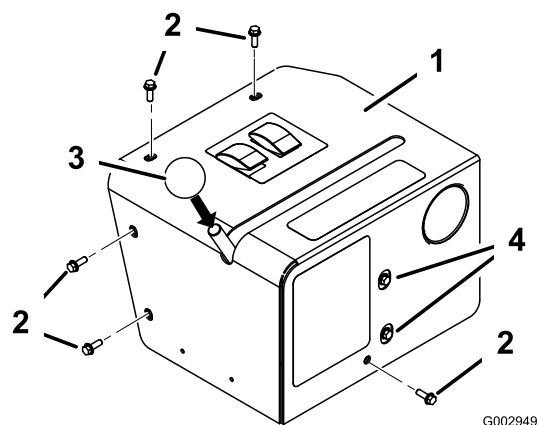

Figura 55
18. Instale a tampa da caixa de controle no suporte de montagem da caixa de controle (Figura 55), recorrendo a 5 parafusos com cabeça de flange (1/4 x 3/4 de polegada).
19. Instale o manípulo na alavanca de controlo de válvulas (Figura 55).
20. Se necessário alivie os parafusos no painel dianteiro e ajuste a posição do conjunto de válvulas, para permitir o curso livre da alavanca no rasgo (Figura 55).